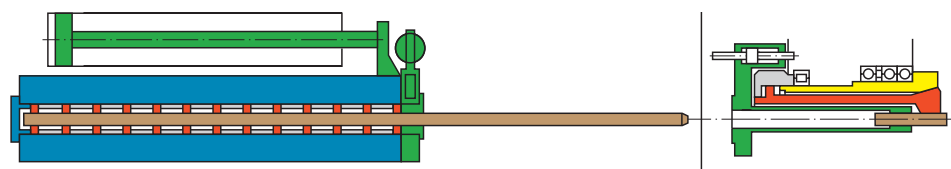

Bild 5
5. Der Kanal wird geschlossen. Dabei wird der Werkstoff am rechten Kanalende mit zwei Klemmbacken geklemmt, die dem Werkstoffprofil angepaßt sind. Kantwerkstoff wird in ausgerichteter Lage an den Flächen geklemmt. (siehe Bild 5)